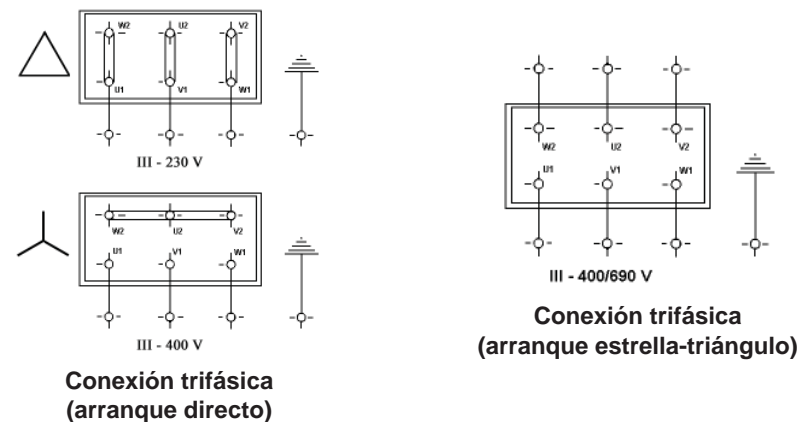

Figura 2: Conexiones eléctricas
- Conecte la bomba a la red eléctrica teniendo en cuenta las especificaciones anteriores y el esquema eléctrico de conexión que se facilita a continuación (figura 2).